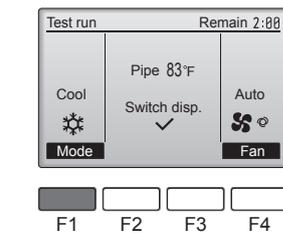

Fig. 6-5
- 1 Pulse el botón **[F1]** para recorrer los modos de funcionamiento siguiendo el orden de "Cool" (Frío) y "Heat" (Calor). (Fig. 6-5)